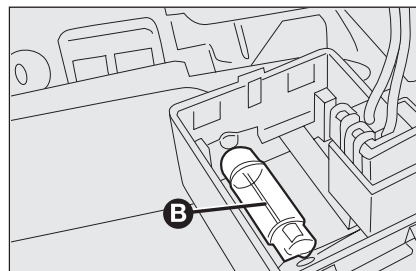

fig. 38
- ☐ sustituya la lámpara **B-fig. 38** soltándola de los contactos laterales y asegurándose de que la lámpara nueva quede correctamente bloqueada entre los contactos en cuestión;